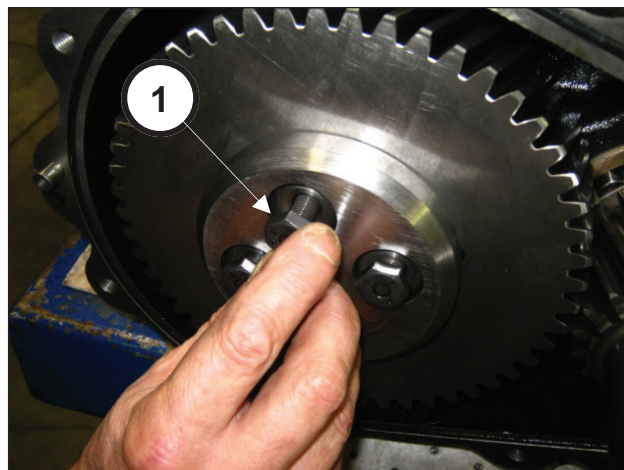

Fig. 68
Fissare il fermo corona (pos. ①, Fig. 68) utilizzando le 4 viti M10x30. Tarare le viti con chiave dinamometrica come indicato nel capitolo 3 (pos. ①, Fig. 69).